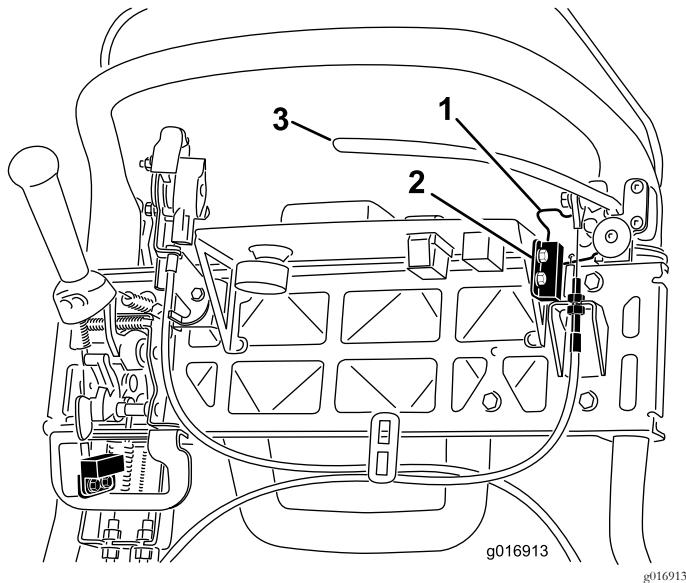

Figura 45
4. Allentate i dispositivi di fissaggio del microinterruttore di sicurezza (Figura 45).
5. Inserite uno spessore di 1,6 mm fra il fermo del freno di stazionamento ed il microinterruttore (Figura 45).
4. Per aumentare la tensione del cavo, allentate il controdado del cavo superiore e serrate il controdado del cavo inferiore (Figura 45) finché non occorre applicare una forza di 156 N sulla stegola della leva del freno per rilasciare il fermo del freno di stazionamento.